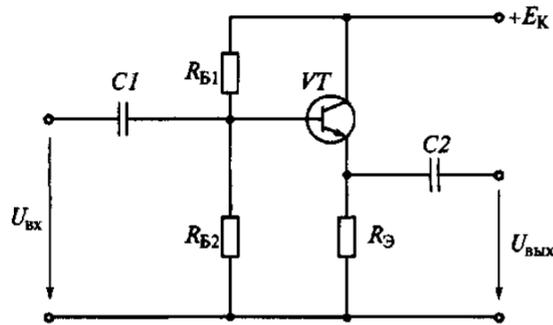

Рис. 8
7. Найдите коэффициенты усиления по напряжению K_U и по току K_I , входное $R_{вх}$ и выходное $R_{вых}$ сопротивления усилительного каскада с общим коллектором (рис. 8) на транзисторе ГТ322Б, у которого $h_{11} = 330 \text{ Ом}$, $h_{21} = 46$, $h_{22} = 10^{-4} \text{ См}$, если сопротивление эмиттера $R_Э = 1 \text{ кОм}$. Определите, какой из ответов не верен.